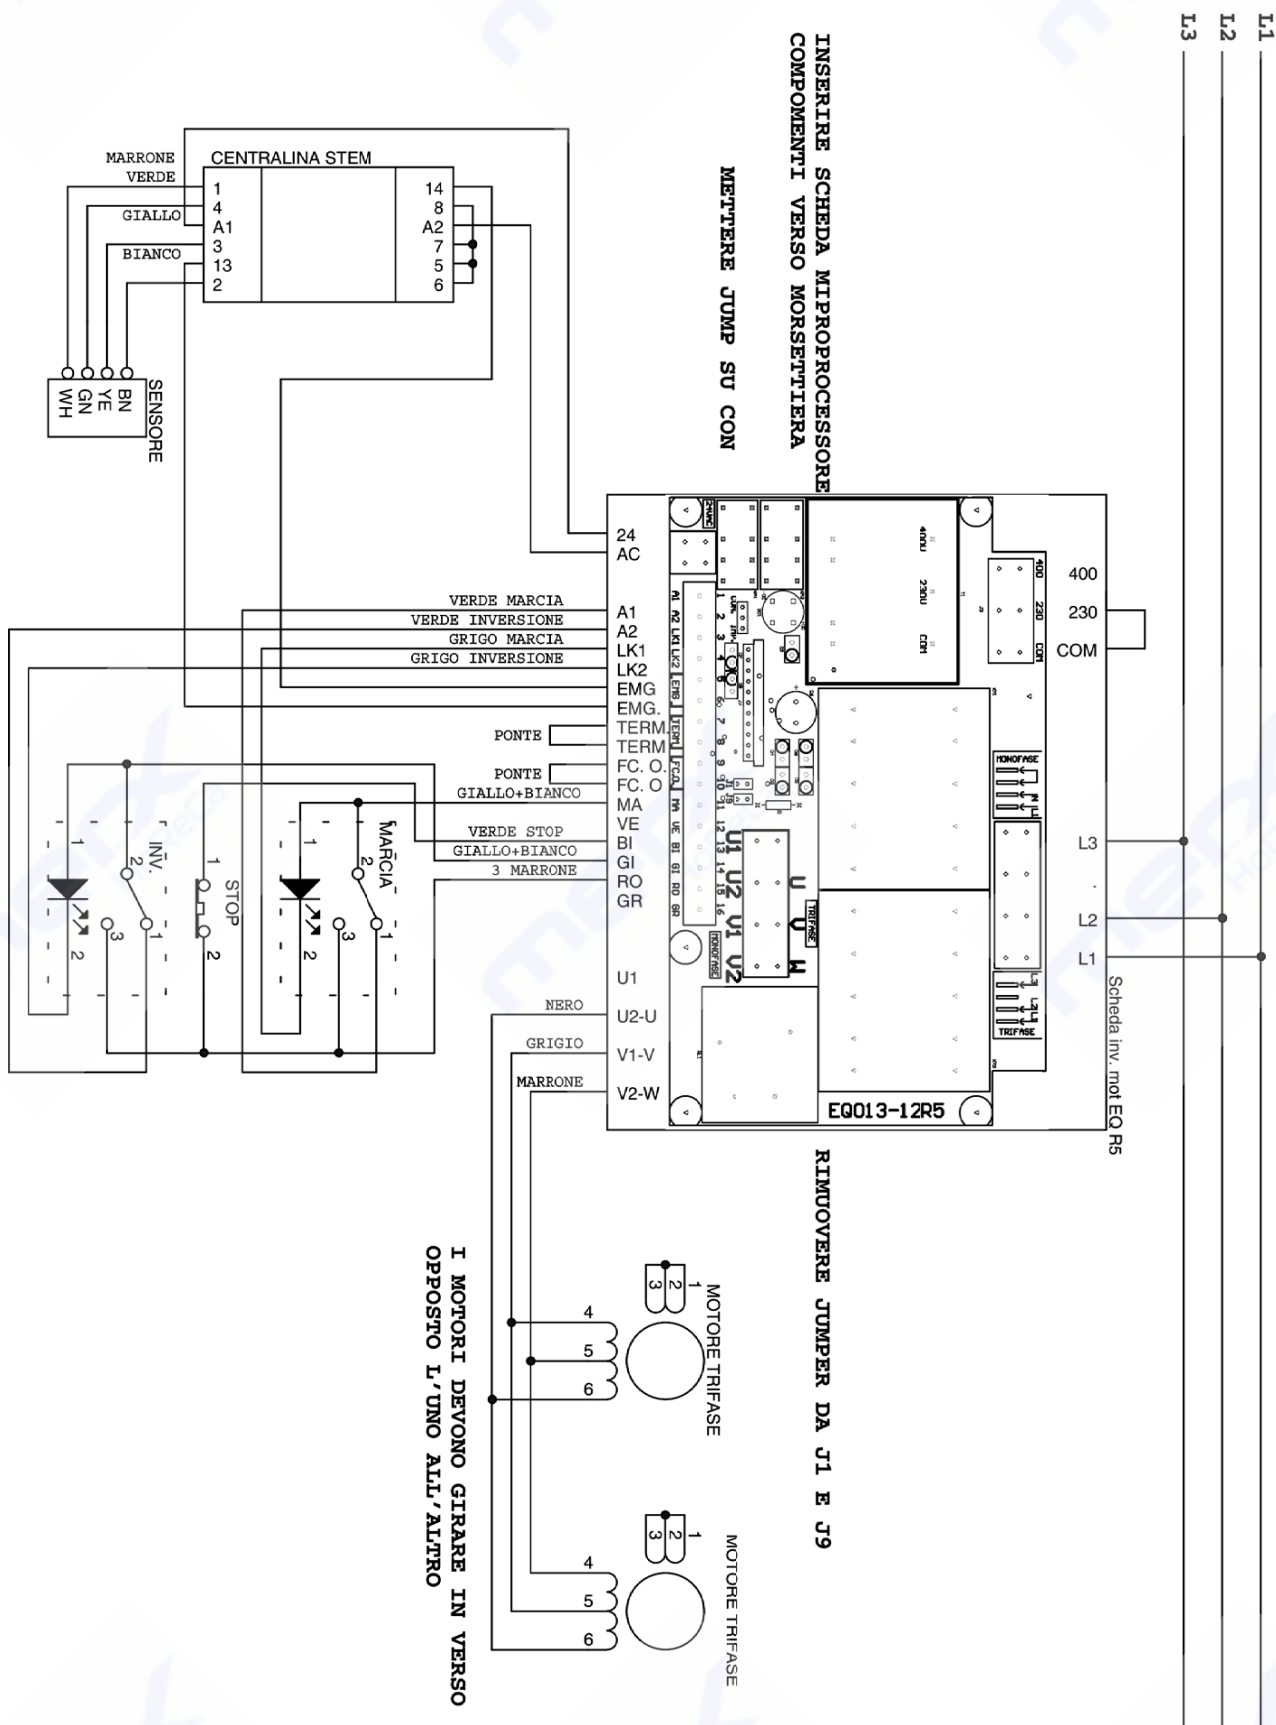

Рис. 2.4.3
2.4.3 - Схема підключення трифазного 230V (Рис. 2.4.3)